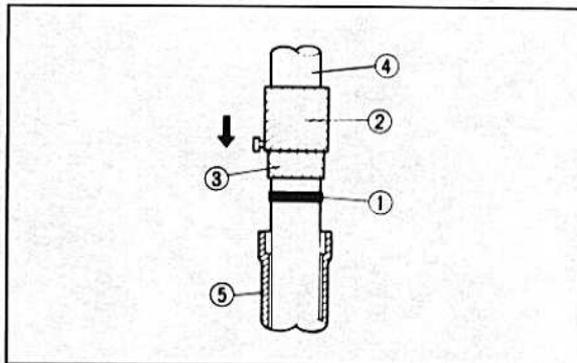

Bild 335
- Die Führungsbuchse in das äussere Gabelrohr eintreiben (Bild 335).